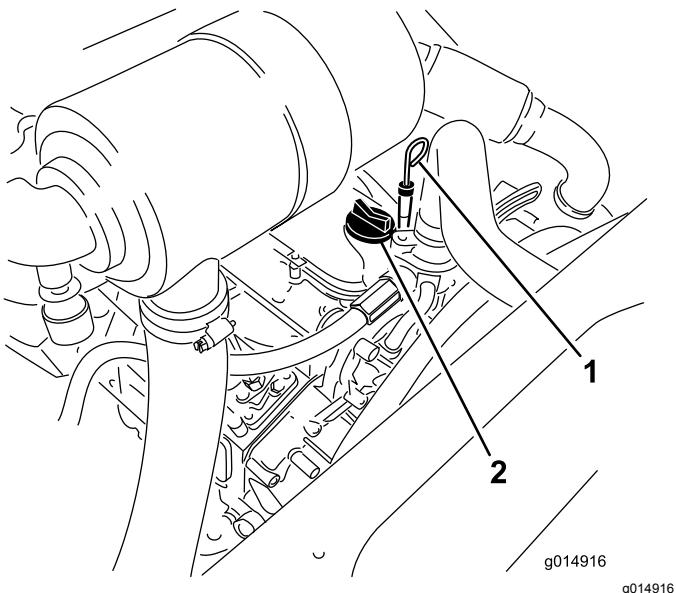

Figure 32
3. Retirez la jauge, essuyez-la sur un chiffon et remettez-la en place (Figure 32).
- Si le niveau n'atteint pas le repère MAXIMUM, enlevez le bouchon de remplissage (Figure 32) et faites l'appoint jusqu'au repère MAXIMUM sur la jauge. **Ne remplissez pas excessivement.**